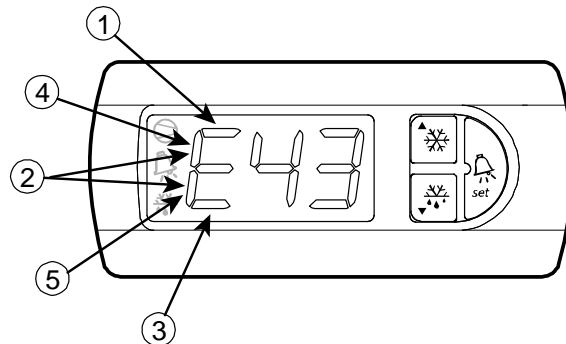

Fig. 8.3.4.1
- Der Parameter für den Tag wird von einem Segment angegeben (1 in Abb. 8.3.4.1) , das zusammen mit den Nummer des Ereignisses erscheint (t1,...t8) und mit ① t 1,... ① t 8 angegeben wird.
- Der Parameter für die Stunde wird von einem Segment angegeben (2 in Abb. 8.3.4.1) und wird mit ② t 1,... ② t 8 angezeigt.
- Der Parameter für die Minuten wird von einem Segment angegeben (3 in Abb. 8.3.4.1) und wird mit ③ t 1,... ③ t 8 angezeigt.
① t 1,... ① t 8: Tag der Abtauung